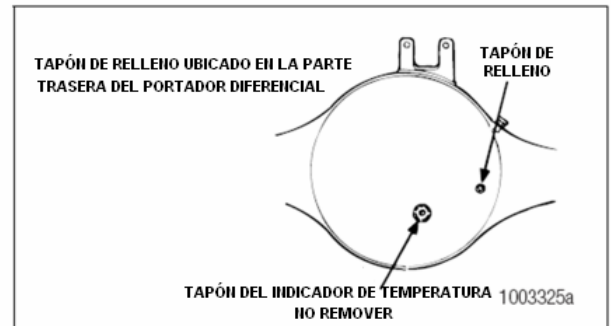
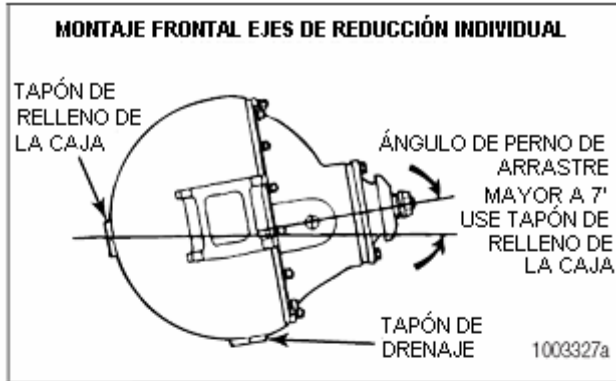
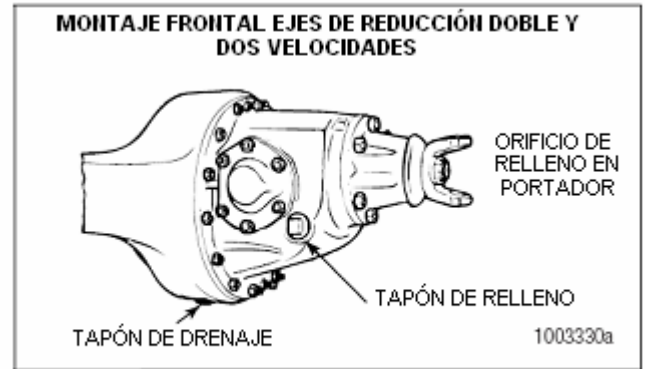
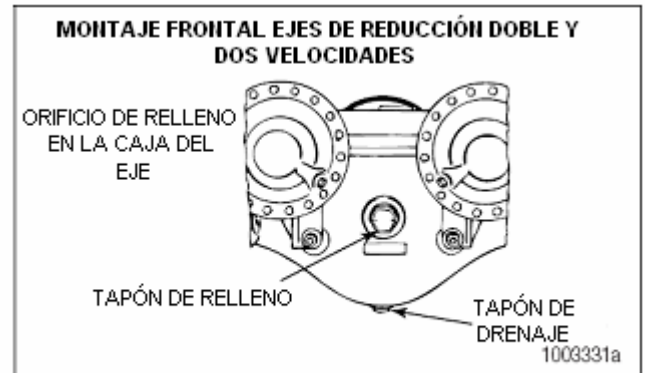

Figura 8.11
Figura 8.13
Figura 8.16
Figura 8.17
2. Si el ángulo del perno de arrastre es de 7 grados ó menos, use el tapón de relleno en el portador diferencial. Figura 8.11 y Figura 8.16.
3. Si el ángulo del perno de arrastre es mayor a 7 grados, use el tapón de relleno en la taza de la caja del eje. Figura 8.13 hasta la Figura 8.17.
2. Limpie el área alrededor del tapón de relleno. Remueva el tapón de relleno del portador diferencial ó la taza de la caja de eje, dependiendo del eje. No remueva el tapón del indicador de temperatura. Figura 8.11 hasta la Figura 8.17.